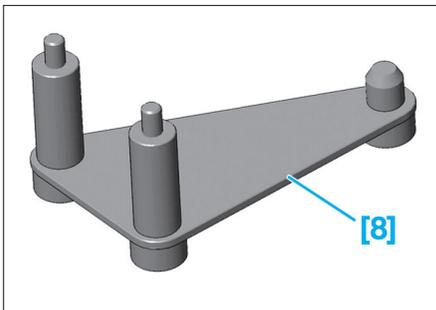

Fig. 36
- Extraire la cage intérieure (2), à l'aide de l'extracteur [1].
- Préparer l'outil [8] (Fig.36).